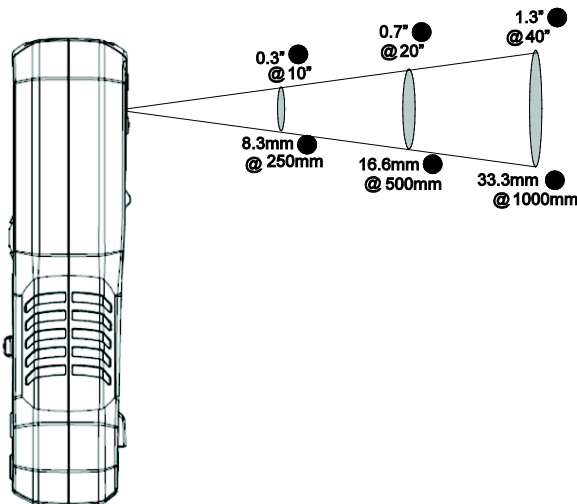

Fig. 8-2 Rapport-distance à la taille du point de visée 30:1
6. Le rapport de distance à la taille du point de visée est de 30:1, ce qui signifie que le point de mesure est 30 fois plus petit que la distance entre le multimètre et le point (à une distance de 30 cm, le multimètre « voit » un point ciblé de 1 cm). **Voir la fig. 8-2.**